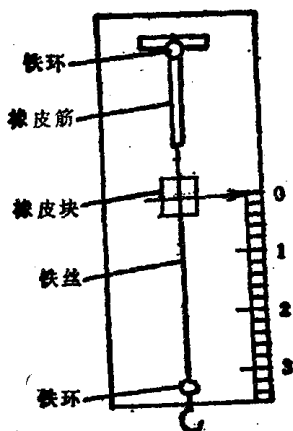

图10
(2) 将橡皮筋的一端固定在小木板上端的铁环上。在一块长方形的小橡皮上横插一段约2.5cm长的铁丝，再在与这段铁丝垂直的方向上扎一个孔，穿入一条长约11cm的铁丝，即做成读数用的指针。用安装上指针的长铁丝，夹紧橡皮筋的末端，将铁丝的另一端穿过限位铁环后弯成一个钩，如图10所示。